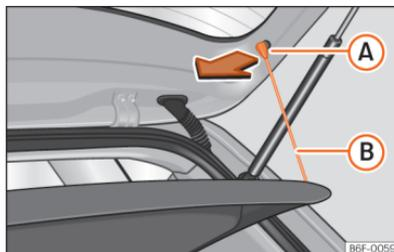

Abb. 174 Im Gepäckraum: Gepäckraumabdeckung aus- und einbauen.
- Hängen Sie die Haltebänder »» (Abb. 174) B aus den Aufnahmen A aus.
- Hängen Sie die Haltebänder »» (Abb. 174) B an der Heckklappe ein.